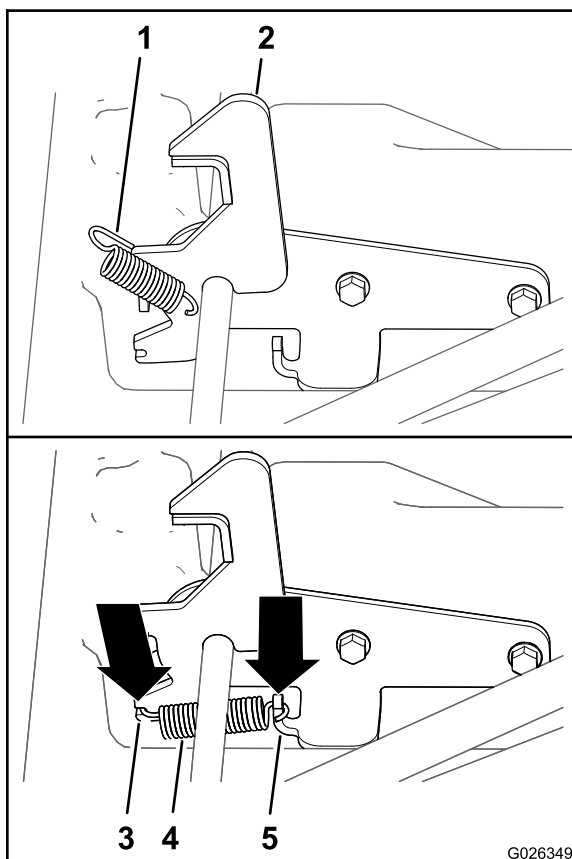

**Bild 11**
4. Schieben Sie die Handgriffe auf jedes Ende des Riegels (Bild 11).